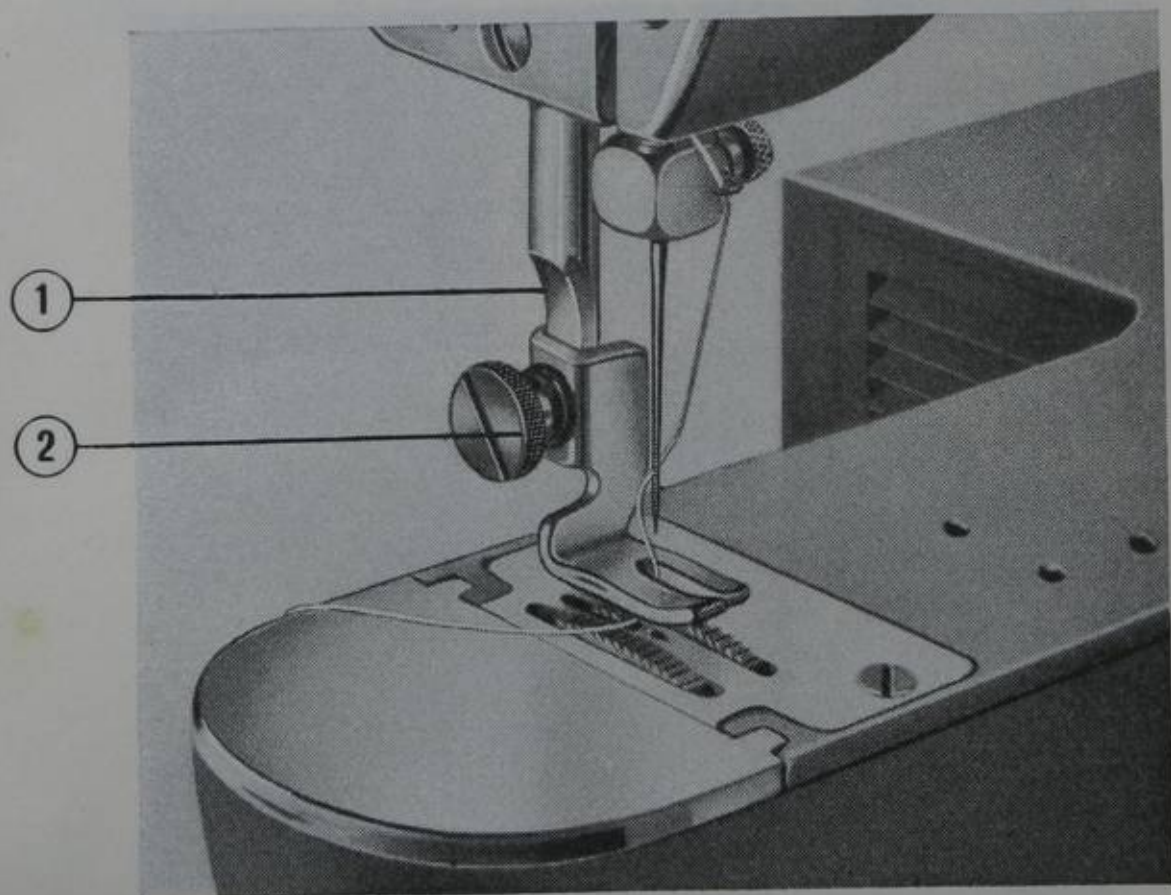

Fig. 17
Sedan skruven (2) lossats kan varje önskad pressarfot fästas på pressarstången (1) (fig. 17). Kontrollera att pressarfoten sitter riktigt och drag ånyo till skruven med skruvmejseln.